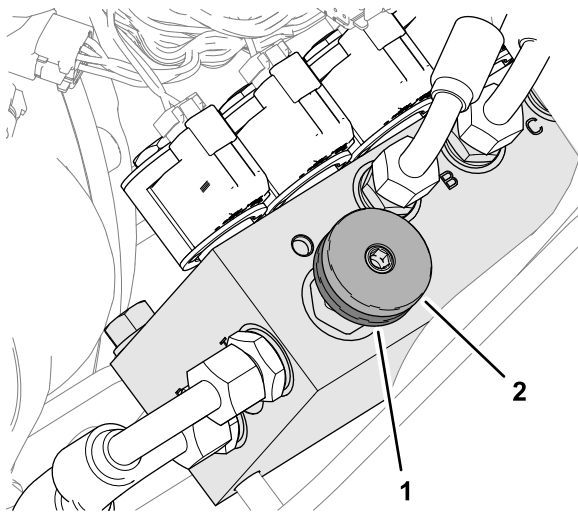

Figure 37
Pour engager le transfert de poids : L'ampleur du transfert de poids peut être réglée en fonction des conditions d'utilisation, en faisant tourner le volant de transfert de poids (Figure 37) comme suit :
1. Desserrez le contre-écrou de la vanne d'un demi-tour dans le sens antihoraire et maintenez-le dans cette position (Figure 37).
2. Tournez le volant (Figure 37) dans le sens antihoraire pour réduire le transfert de poids ou dans le sens horaire pour l'augmenter.